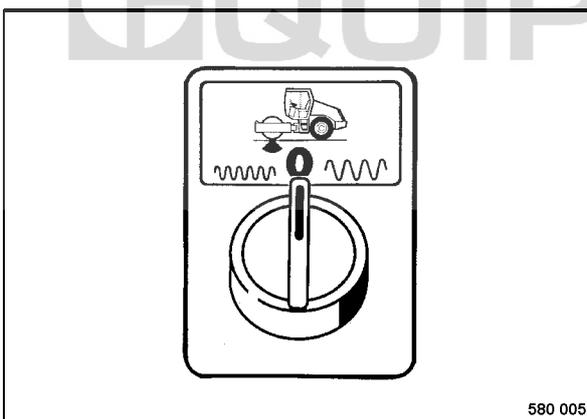

fig. 42
- Sélectionner l'amplitude et la fréquence à l'interrupteur rotatif (fig. 42).